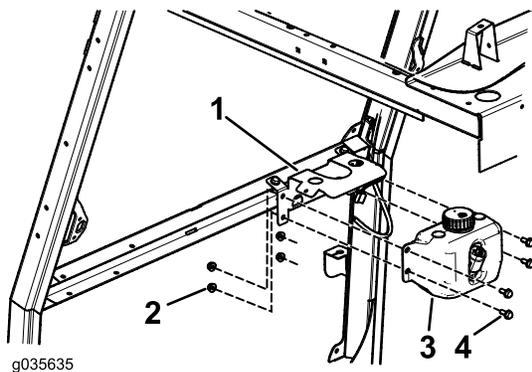

Bild 7
- 2. Befestigen Sie den Behälter mit vier Schrauben (5/16" x 3/4") und vier Bundmuttern (5/16") an der Halterung, wie in Bild 7 abgebildet.